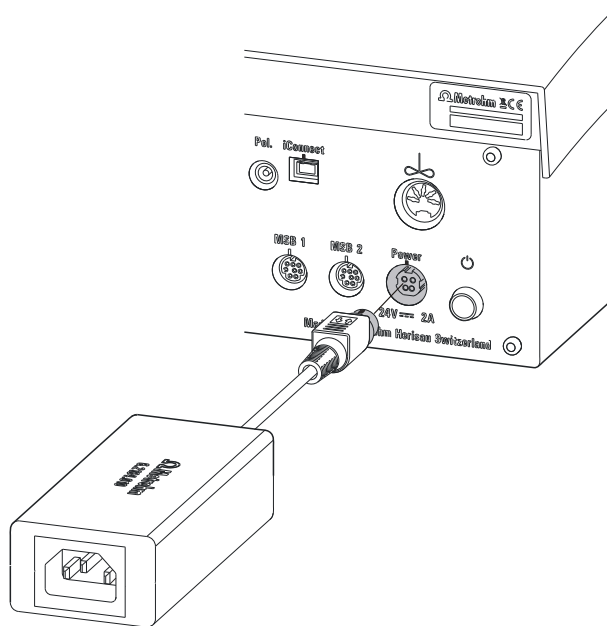

Abbildung 3 Netzteil anschliessen
- 1 Stecker des externen Netztes mit der Netzanschluss-Buchse des Ti-Touch verbinden (siehe Abbildung 3, Seite 14).